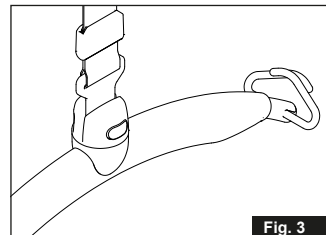

Fig. 3
3. Drehen Sie die Hebegurtbefestigung in eine senkrechte Position (Abb. 3).